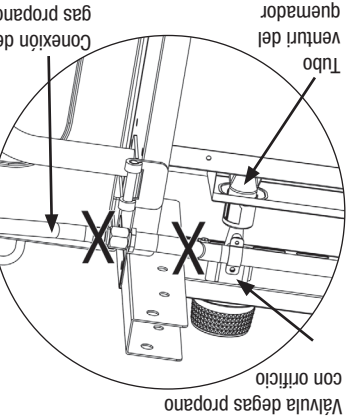

Figura 1
4. Por favor, consulte el diagrama para llevar a cabo correctamente la instalación (Figura 1).